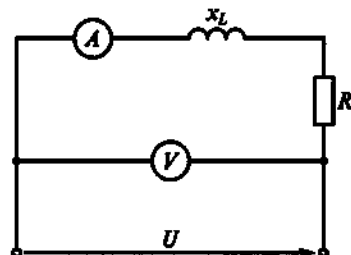

Рис. 69
3.7.Р. Каковы сопротивление R и активная мощность P в цепи, показанной на рис. 69, если $x_L = 30 \text{ Ом}$, амперметр показывает 4 А, а вольтметр 200 В?